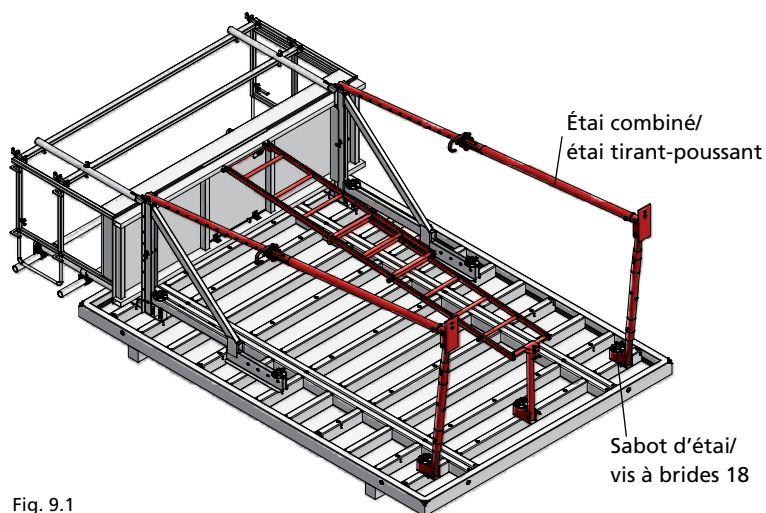

Fig. 9.1
9. Fixer les étais tirant-poussant et les étais combinés sur les consoles passerelles SB (en haut) et sur les traverses multifonctions du panneau coffrant (en bas) via les sabots d'étais et les vis à brides de 18 (fig. 9.1).